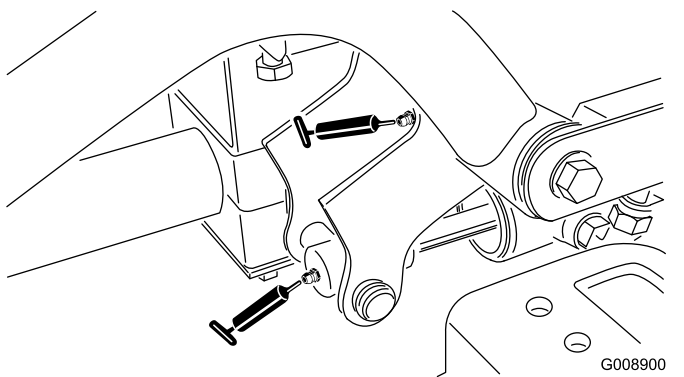

Figure 34
- 2 pivots de bras de levage avant droit et vérin de levage (Figure 34)